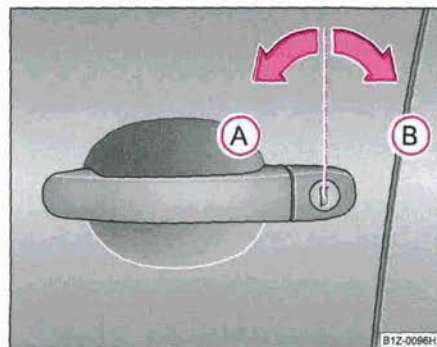

Fig. 27 Rotations de la clé pour ouvrir et fermer
- Tournez la clé dans la serrure de la portière conducteur vers la gauche pour la mettre sur la position d'ouverture (A) ⇒ fig. 27.
- Tournez la clé dans la serrure de la portière conducteur vers la droite sur la position de fermeture (B) ⇒ fig. 27.